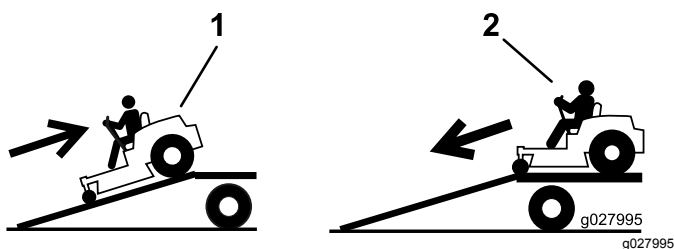

Figura 38
4. Suba a rampa em marcha atrás (Figura 38).
2. Desça a rampa em marcha para a frente (Figura 38).